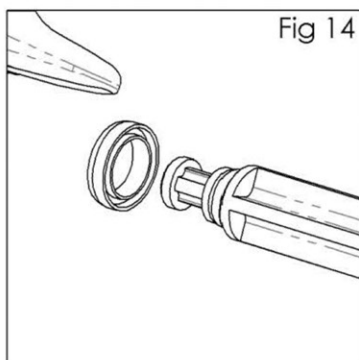

Fig 14
12. Acomode un nuevo asiento de válvula (19) en la herramienta de servicio (44). La muesca debe estar orientada hacia el exterior. (Ver Fig. 14).